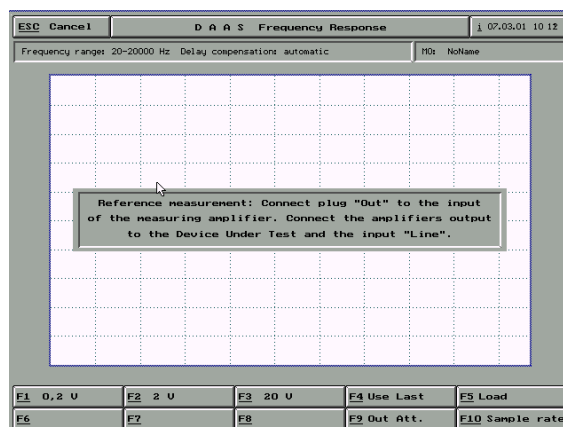
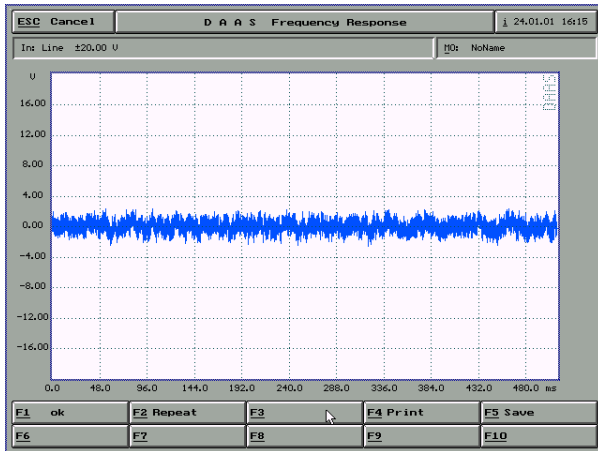

图 5-3
图 5-6
2) 选择F1测试频响曲线-出现如图5-3界面
4) 以4寸8Ω喇叭测试为例, 图5-3选择F3 20V作为输出电压范围, 出现如图5-6界面(系统会自动调整合适的输出电压加载到测试喇叭上, 如没有提示信号过载即OK, 提示加载信号过弱或者过强, 则需要调整)。